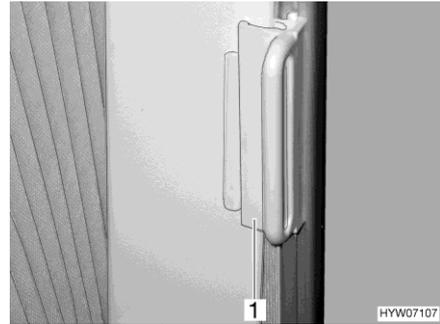

Fig. 31 Verrouillage pour dispositif occultant plissé
- Bloquer : ■ Pousser la poignée (Fig. 31,1) sur la pièce de fixation. Le dispositif occultant plissé est bloqué.